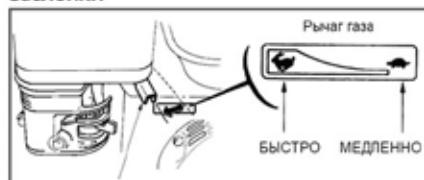

Рис. 27 Установка рычага газа
3. Переведите рычаг газа (Рис. 27) на 1/3 хода в сторону положения максимальных оборотов двигателя (обозначение зайца на наклейке максимальные обороты, черепахи холостые обороты).